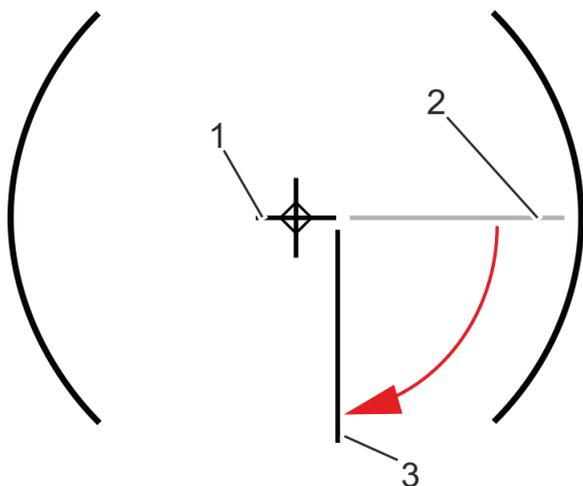

Рис. 93 Складывание створки
7. Переместить турникет (рис. 93/1), для этого нужен один человек.
8. Переместить створку (рис. 93/2) короткими рывками.
» Створка складывается в сторону (рис. 93/3).
11. Переместить турникет (рис. 93/1), для этого нужен один человек.
12. Сложить створку в исходное положение (рис. 93/2).